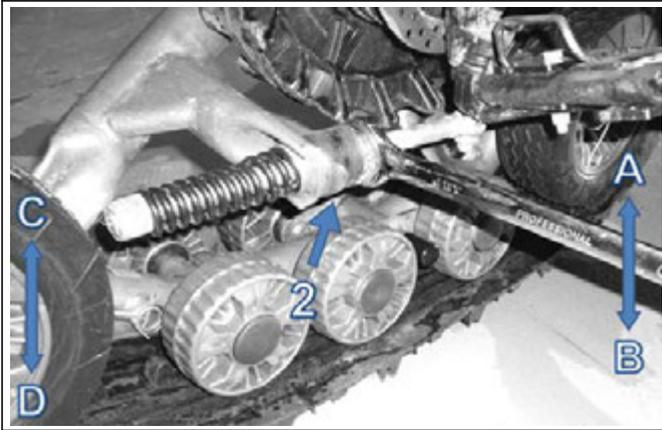

Рис. 5.
- Затянуть гайку (поз.2 на рис.5) так, чтобы узкая металлическая полоса стала на высоте  $254 \pm 6$  мм над опорной поверхностью. С правой стороны поворотом ключа по стрелке А повернуть всю тележку в направлении стрелки С или поворотом ключа по стрелке В повернуть всю тележку по стрелке D (то есть налево).